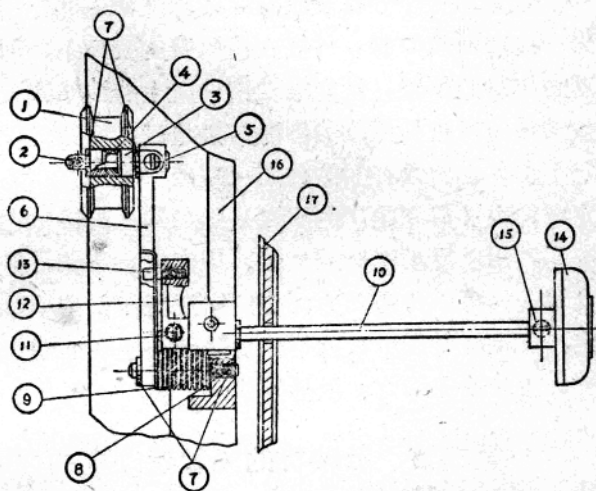

图6 惰轮机构
惰轮机构如图6所示。它安装在光学还音机构安装板（简称还音板）⑰的左下角，惰轮①为铝制带凸缘的圆轮（后期生产的为胶木压制的惰轮），它用开口垫圈⑦固定在惰轮轴心②上，惰轮中心压有两个铜制滑动轴承③，在两轴承的中间嵌有储油毡④，以便润滑。拿下开口垫圈
⑦，惰輪①就可从軸上取下来。惰輪軸心②是用一个螺絲⑤固定在惰輪臂⑥的一端，惰輪臂上有一长槽孔，孔的下边有圓缺口。惰輪臂的另一端也是用一个开口垫圈固定在总支持架⑬上的固定軸心⑧上，另有彈簧⑨扣繞在臂上，迫使惰輪臂有一向下的压力，从而压紧传动皮帶，使电动机的动力能传到主动皮帶輪。